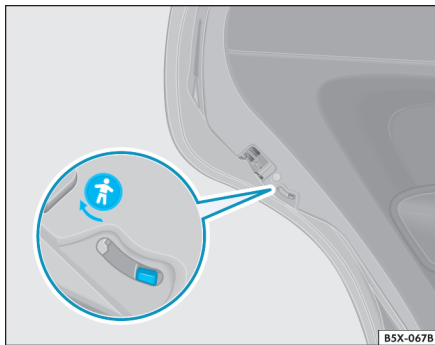

Fig. 32 Traba de seguridad para niños en la puerta trasera
- Mueva la traba hacia abajo ⇒ fig. 32.